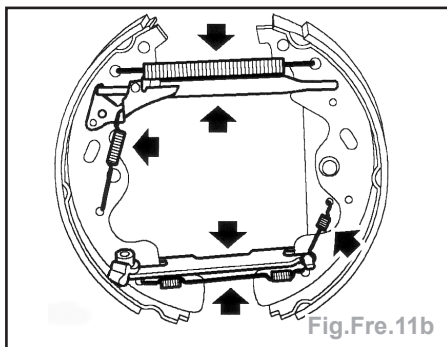

Fig.Fre.11b
- Prendre note des positions de montage puis déposer les ressorts de rappel, récupérer le dispositif de réglage et l'extenseur (Fig.Fre.11b).